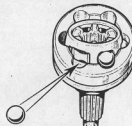
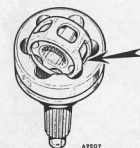

Abb. G.2
Abb. G.3
- (5) Das Gelenk ist nur dann zu zerlegen, wenn angenommen wird, daß es weithin verwendbar ist.
- (6) Da die einzelnen Bestandteile aufeinander abgestimmt sind und in einer gewissen Lage gearbeitet haben, müssen die ursprünglichen Lagen unbedingt beibehalten werden. Die Reibbelagen der inneren und äußeren Lauffläche sowie auch die Lage des Källes sind mit Tuscheblau oder Farbe zu kennzeichnen, d.h. mit Materialien, die beim Säubern der Bestandteile nicht abgewaschen werden können.
- (7) Nach Herausziehen der Welle läßt sich der innere Lagering frei schwenken. Inneren Lagering abkippen bis eine Kugel gelöst werden kann (Abb. G.3). Hierzu ist zu bemerken, daß der Kälz durch die Hälfte des Winkels des inneren Lagerings schwenkt. Kippt ein Gelenk durch Fett, dann können die einzelnen Kugeln mit einem spitzen Werkzeug gelöst werden.
- (8) Nach Entfernen aller Kugeln ist der Kälz wieder mit der Achse des Gelenks auf Flachlage zu bringen, worauf er darauf zu verdrehen ist, daß zwei gegenüberliegende Länglicher mit zwei Vorsprüngen des Kugellagers übereinstimmen. Ein Vorsprung greift dann in einen der Länglicher (Fenster) ein, so daß sich der Kälz zusammen mit der Lagergruppe herausnehmen läßt. (Abb. G.3)
- (18) Kälge und innere Lagergruppe in Kugelgelenk einpassen, indem eines der Lagröhre (Fenster) über einen der Vorsprünge im äußeren Lagering gebracht wird (Abb. G.3). Die drei Hauptbestandteile lassen sich jetzt frei relativ zueinander drehen bzw. schwenken.
- (19) Kälge und inneren Lagerring wieder auf ihre Originalpositionen relativ zur Gelenkbohrung bringen (wie vor dem Zerlegen gekennzeichnet).
- (20) Dieses Verhältnis zwischen den Bestandteilen beibehalten und jetzt Kälge abkippen bis sich eine Kugel in eines der Fenster einsetzen läßt. Dessen Vorgang mit den übrigen Kugeln wiederholen (Abb. G.2).
- (21) Sicherstellen, daß sich das innere Lager zusammen mit dem Kälge frei in der Gelenkbohrung schwenken läßt, jedoch ist darauf zu achten, daß keine Kugeln herausfallen.
- (22) Das Gelenk ist jetzt mit dem in der Packung noch übrigen Duckham's M-B Fett vor Einsetzen der Welle zu schmieren.
- (23) Falls erforderlich, eine neue Gummimanschette montieren, deren Innenseite mit Duckham's M-B Fett zu schmieren ist. Vorsicht beim Anbringen der Manschette über den Federring auf der Welle.
- (24) Den Handquerschnitt-Federring mit einem neuen ersetzen (Abb. G.3). Bei Wiedervinbau der Welle einen neuen Sprengring montieren.